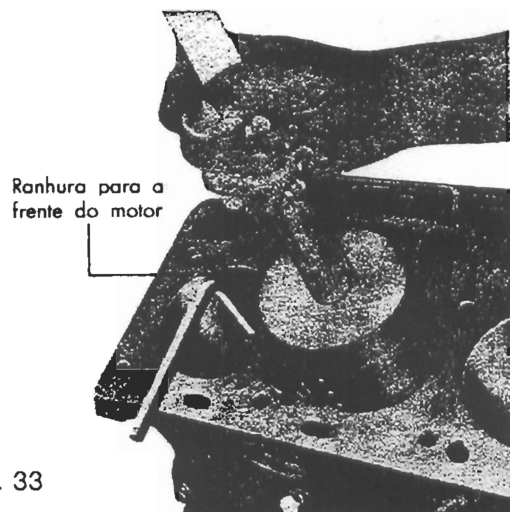

fig. 33
- 3 - Instalar uma cinta compressora de anéis de êmbolo e empurrar o êmbolo para dentro do cilindro, com o auxílio de um cabo de martelo, até que o êmbolo fique ligeiramente abaixo da superfície do bloco (fig. 33). Tomar o cuidado de guiar as bielas, para evitar danos aos munhões da árvore de manivelas. Instalar o êmbolo com a ranhura da cabeça voltada para a frente do motor. Quando as bielas estiverem instaladas, os engastes de segurança dos casquilhos devem ficar voltados para a parte externa do motor.